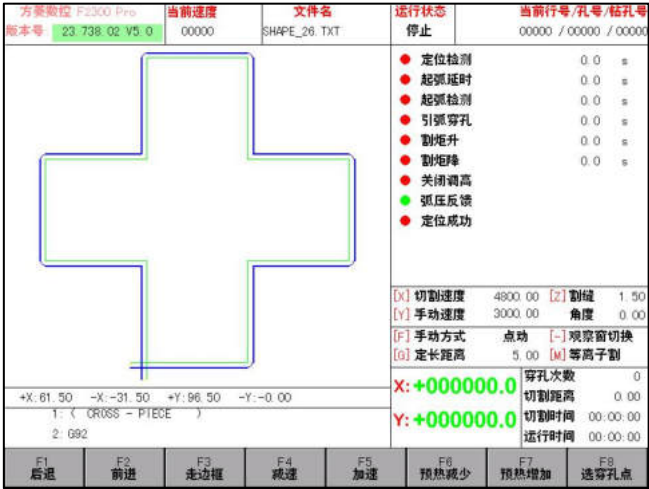

图 3.16 等离子切割界面
2. 在等离子的切割界面下，右下角会实时显示等离子切割的穿孔次数、计件个数、切割距离(单位：公制--米，英制--英尺)、切割时间及运行时间。如图 3.16 所示：